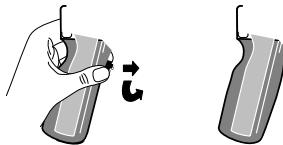

Figura 11- Instrucciones para desactivar el seguro del gatillo
- Para desactivar el seguro del gatillo: 1) Oprima y gire las aletas del seguro hacia el gatillo. 2) Gírela hasta que esté vertical (Vea la Figura 11).